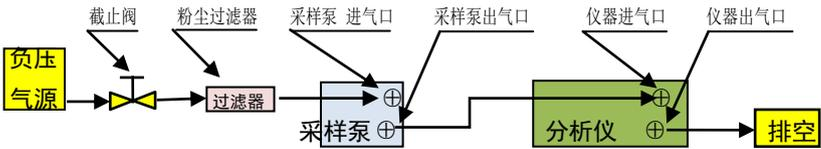

图3 气路“泵入式”接法示意图
- 2、“泵入式”接法：是指将采样泵用在仪器前。具体接法是将待测气先接入采样泵[进气口]，将泵的[出气口]接到仪器【进气口】，最后由仪器【出口】排空。（见图3）